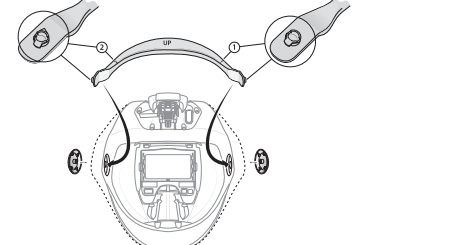

Fig. 10
Consulter les Figs. 10 à 13 pour fixer la barre pour protecteurs d'oreilles offerte en option. Veiller à fixer le côté droit de la barre pour protecteurs d'oreilles au côté droit du masque pour soudeurs (1) comme le montre la figure ci-dessous; cela s'avère nécessaire à l'obtention d'un ajustement adéquat.